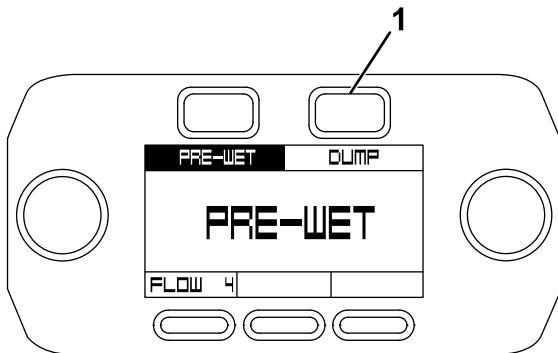

Figura 51
3. En la pantalla de prehumectación, pulse el botón Dump (descarga) (Figura 51).